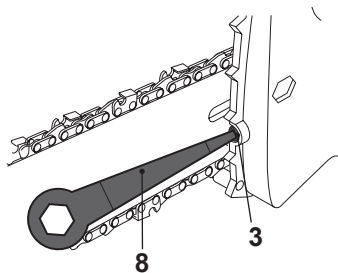

Imagen 8
- > Gire el tornillo de tensión [3] hacia la derecha hasta que los “eslabones” de la cadena toquen el borde inferior de la espada [5] (Imagen 8).